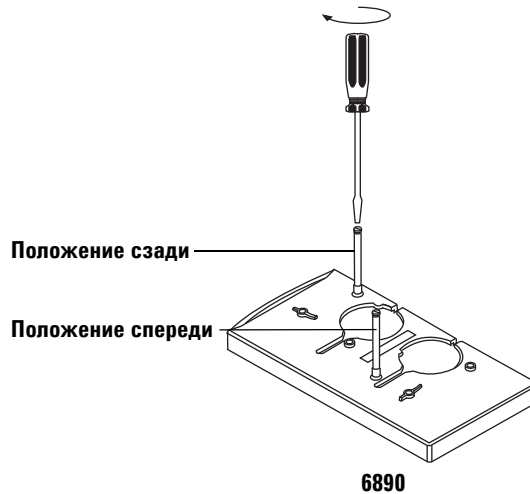

Рис. 16 Установка монтажных столбиков (ГХ серии 6890).
- **ГХ серии 6890.** Установите в крышке каналов ввода в переднем или заднем положении, на ваш выбор. Затяните монтажный столбик до упора (Рис. 16).